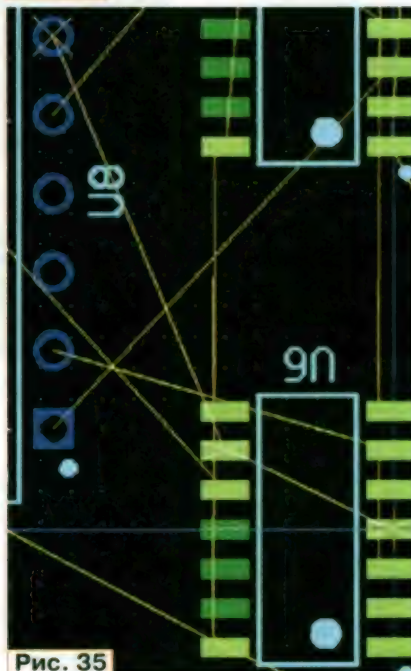

Рис. 35
3. Выбрать цепь, которую предполагается развести, или вывод компонента этой цепи щелчком левой кнопкой мыши. Контактные площадки и переходные отверстия, входящие в выбранную цепь, будут отмечены крестами, как на рис. 35.